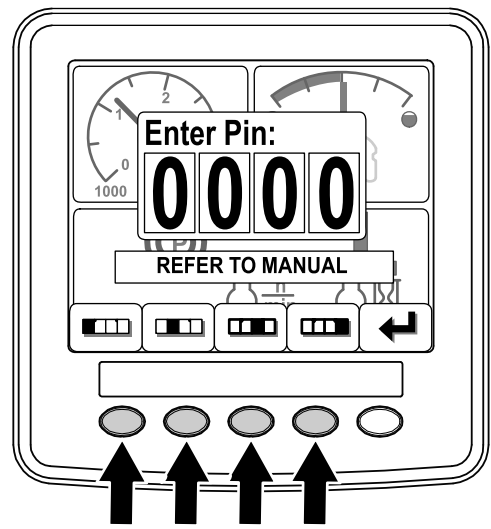

Figure 9
- Appuyez sur les boutons 1 à 4 pour saisir votre code PIN (Figure 9).